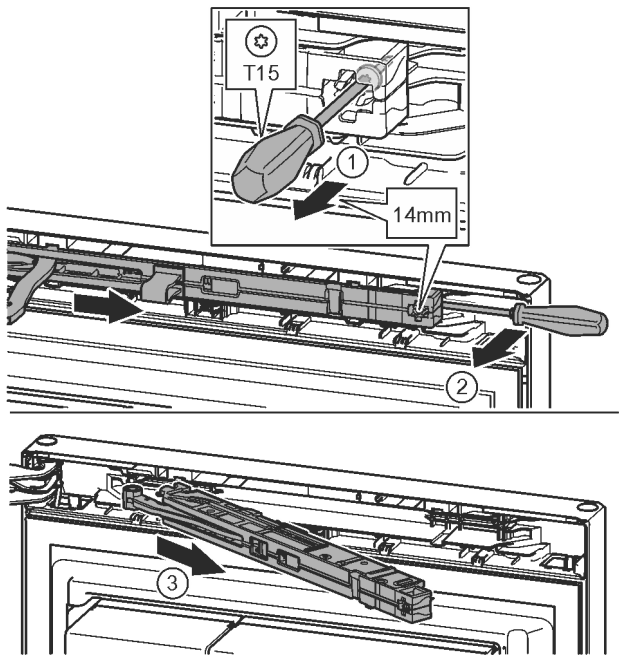

Fig. 15
- ▶ A zárascillapító egységnél T15 csavarhúzóval kb. 14 mm-rel engedje ki a csavart. Fig. 15 (1)
- ▶ Egy csavarhúzóval nyúljon a markolat oldaláról a zárascillapító egység mögé, és forgassa előre. Fig. 15 (2)
- ▶ Húzza ki a zárascillapító egységet. Fig. 15 (3)